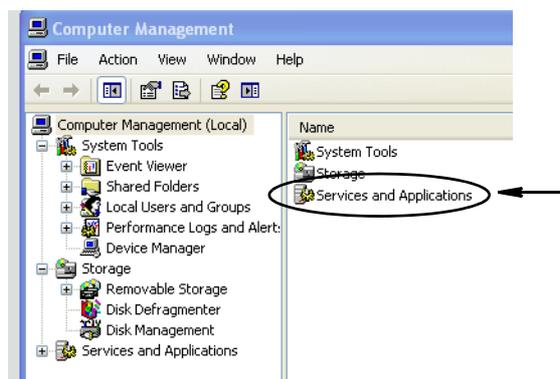

FIG. 54
- b. Fare doppio clic su Servizi e applicazioni (FIG. 54).